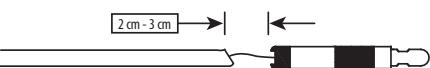

Figura 7
3. Separăți cu grijă capătul proximal și cel distal ale tubului de împingere deschis. Apoi, sub ghidaj fluoroscopic, trageți porțiunea proximală a tubului de împingere a implantului aproximativ 2–3 cm, pentru a confirma detasarea implantului conform instrucțiunilor de utilizare (Figura 7).